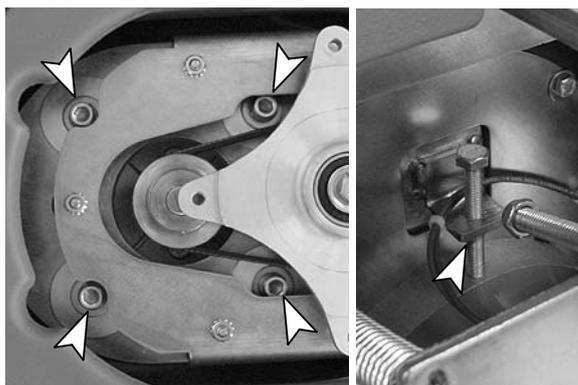

FIG. 14
2. Desaperte os quatro parafusos de montagem do motor e a porca do parafuso de tensão como se indica (Figure 14).